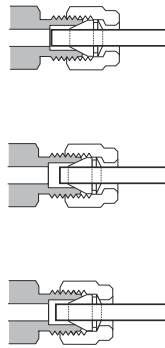

Abb. 13 Fertige Armatur
- 10** Richtige und falsche Swagelok-Verbindungen sind in Abb. 13 dargestellt. Beachten Sie, dass das Ende der Leitung in einer richtigen Swagelok-Verbindung nicht zerdrückt ist und die Aktion der Ferrulen nicht beeinträchtigt.